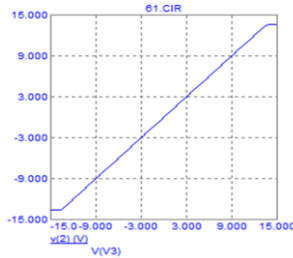

Рис. 6.2
2. Выполните моделирование в режиме DC. Поясните выбор параметров моделирования в режиме DC. Получите передаточную характеристику $U_{вых} = f(U_{вх})$. Определите по характеристике коэффициент передачи решающего усилителя. (рис. 6.2). Наиболее детально исследуйте зависимость в области нуля, определите погрешность $\Delta U_{вых}$ при $U_{вх} = 0$, а также $\Delta U_{вх}$ при $U_{вых} = 0$.